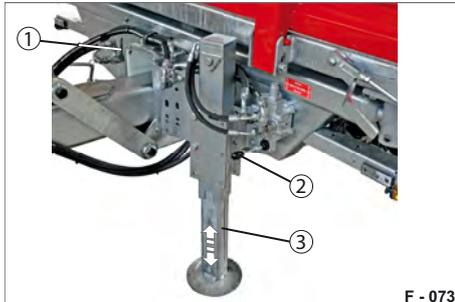
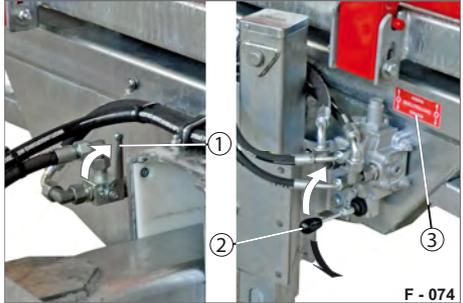

Abb. 73 Stütze herunterfahren
Abb. 74 Stütze bedienen
▶ Stellen Sie den Umschalthebel (Abb. 73/1 & Abb. 74/1) auf die hydraulische Versorgung der Stütze um.
▶ Schwenken Sie den Bedienhebel (Abb. 74/2) in die entsprechende Richtung um die Stütze hoch- bzw. herunterzufahren.
▶ Beachten Sie den Aufkleber für Bedienung (Abb. 74/3) an der Stirnseite.